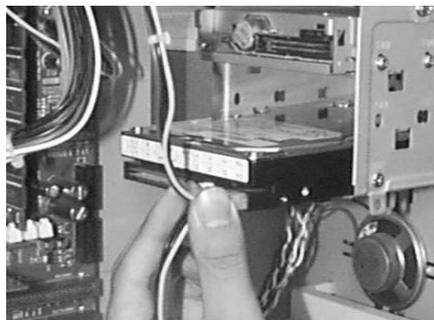

图 2-17 连接硬盘电源线
② 用螺丝将硬盘固定在驱动器舱中。在安装的时候，要尽量把螺丝上紧，把它固定得稳一点，因为硬盘经常处于高速运转的状态，这样可以减少噪音并防止震动。
③ 选择一根从机箱电源引出的硬盘电源线，现在常用的为 SATA 电源线，其电源线的一端为“L”型，将其插入到硬盘的电源接口中，如图 2-17 所示。
④ 连接硬盘的数据线。将 SATA 数据线的一端插入主板的 SATA 接口中，另一端与硬盘的数据